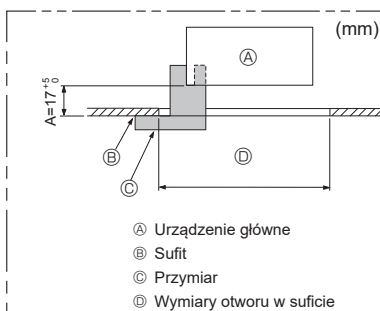

Fig. 3-7
- Dopilnować, aby element A został umieszczony w zakresie 17–22 mm. W przeciwnym razie może dojść do uszkodzenia. (Fig. 3-7).